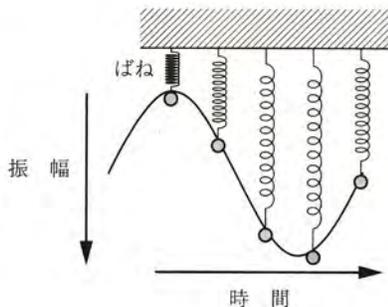

図 1.1 ばねの振動
(2) **周期と振動数** 振動はある事象が繰返し発生する現象のことである。この繰返しには、時間的なものと空間的なものがある。時間的な繰返しを考えた場合、その振動が正弦振動であれば図 1.1 のように描くことができる。横軸は時間 [s]、縦軸は**振幅** (amplitude)、単位は現象によって異なる。ばねの振動であれば変位であるため単位は長さ [m]